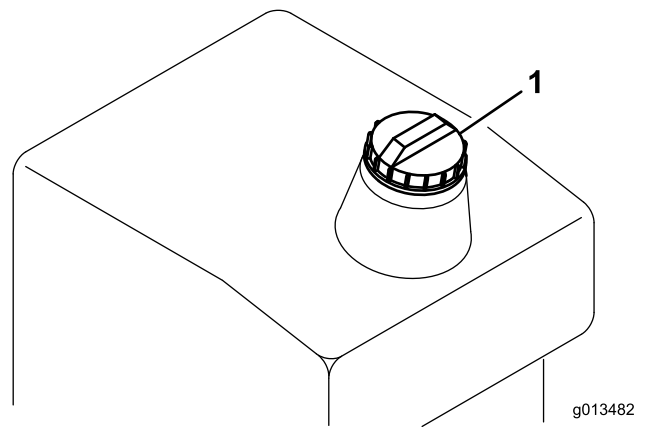

図 11
1. 燃料タンクのキャップ(図 11)の周囲をきれいに拭く。